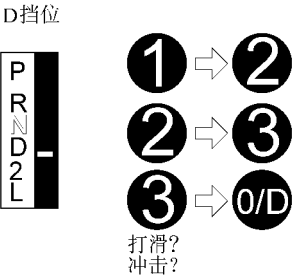

图 11-27 检查是否有冲击和打滑
①节气门钢索失调。
②节气门、1~2 变速阀、2~3 变速阀、3~4 变速阀等故障。
(2) 用同样的方法，检查在 1~2、2~3 和 3~O/D 挂高档时是否有冲击和打滑，如图 11-27 所示。